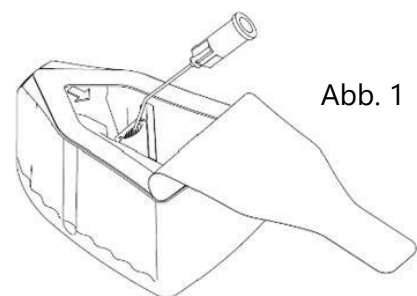

Abb. 1
3. Öffnen Sie den IOL-Behälter und injizieren Sie viskoelastisches Material in den Linsenhalter, während sich dieser noch im Behälter befindet. Führen Sie die Kanüle nicht in den Linsenhalter ein, um eine Beschädigung der IOL zu vermeiden, wie in Abb. 1 dargestellt.